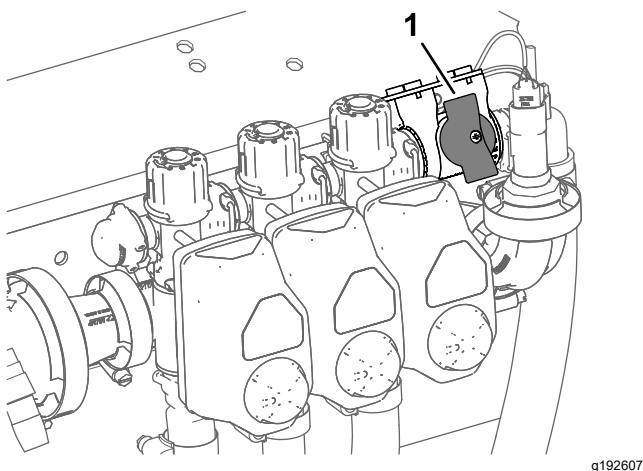

Figure 43
4. Pour les machines fonctionnant en mode débit d'application, vérifiez que la vanne de coupure de dérivation de section à la position fermée (Figure 43).
5. Pour les machines fonctionnant en mode débit d'application, vérifiez que la vanne de coupure de dérivation de section est fermée (Figure 43).